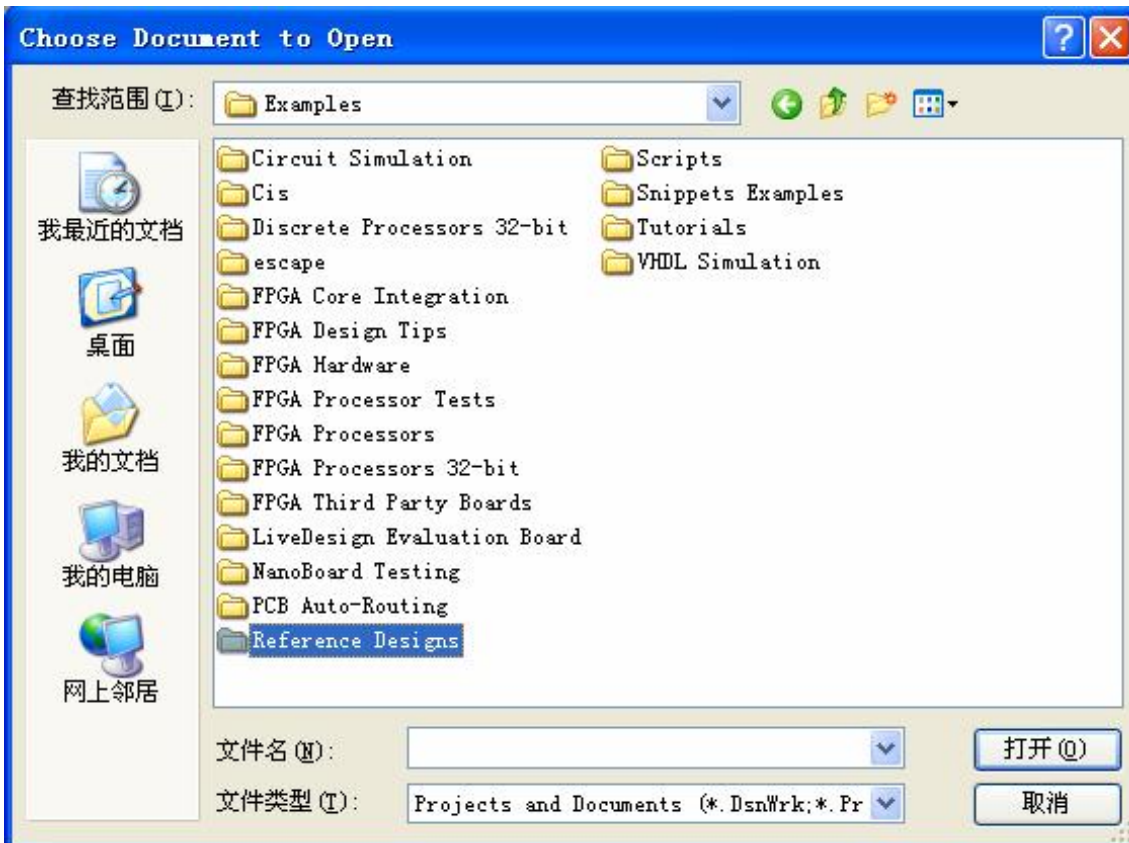

图 2-4 打开一个项目或者文件对话框
- Open a project or document : 打开一项设计项目或者设计档。单击该选项，将弹出如图 2-4 所示对话框。